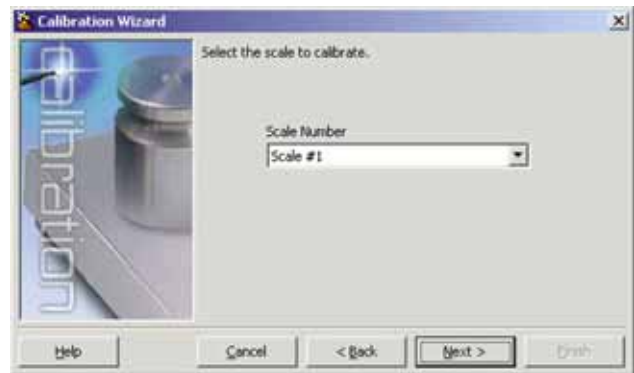

Figura 4-4. Pantalla iRev 4 para Selección de Báscula
2. Enseguida seleccione la báscula por calibrar (Figura 4-4).